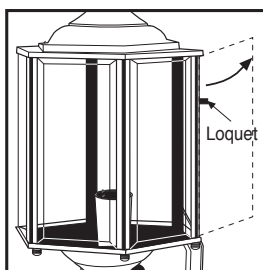

Figure 4
- c. Si l'applique est à panneau à charnière, soulever le loquet pour ouvrir celui-ci. Insérer la ou les ampoules et reloqueter le panneau (voir la figure 4).